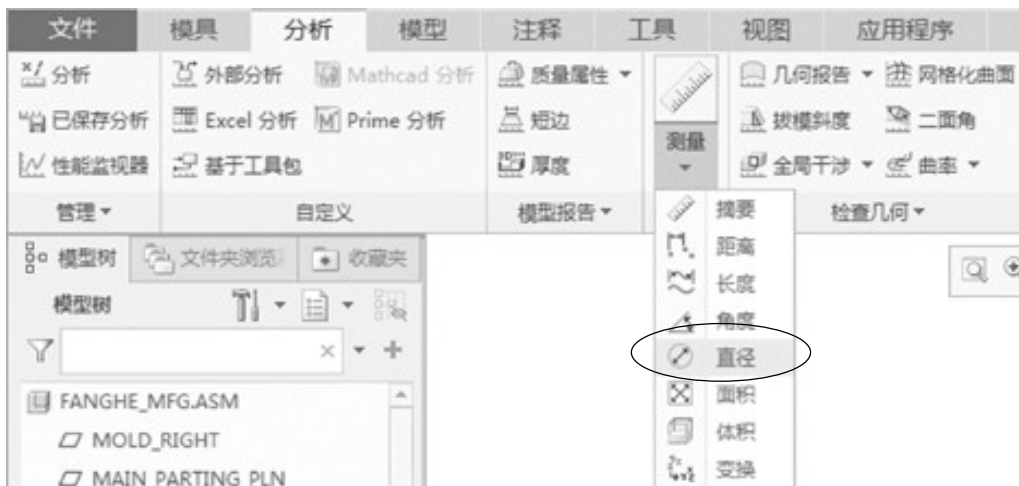

图1-27 选择“直径”命令
Step 05 在横向菜单中单击“分析”选项卡，再单击“测量”按钮，然后选择“直径”选项，如图1-27所示。